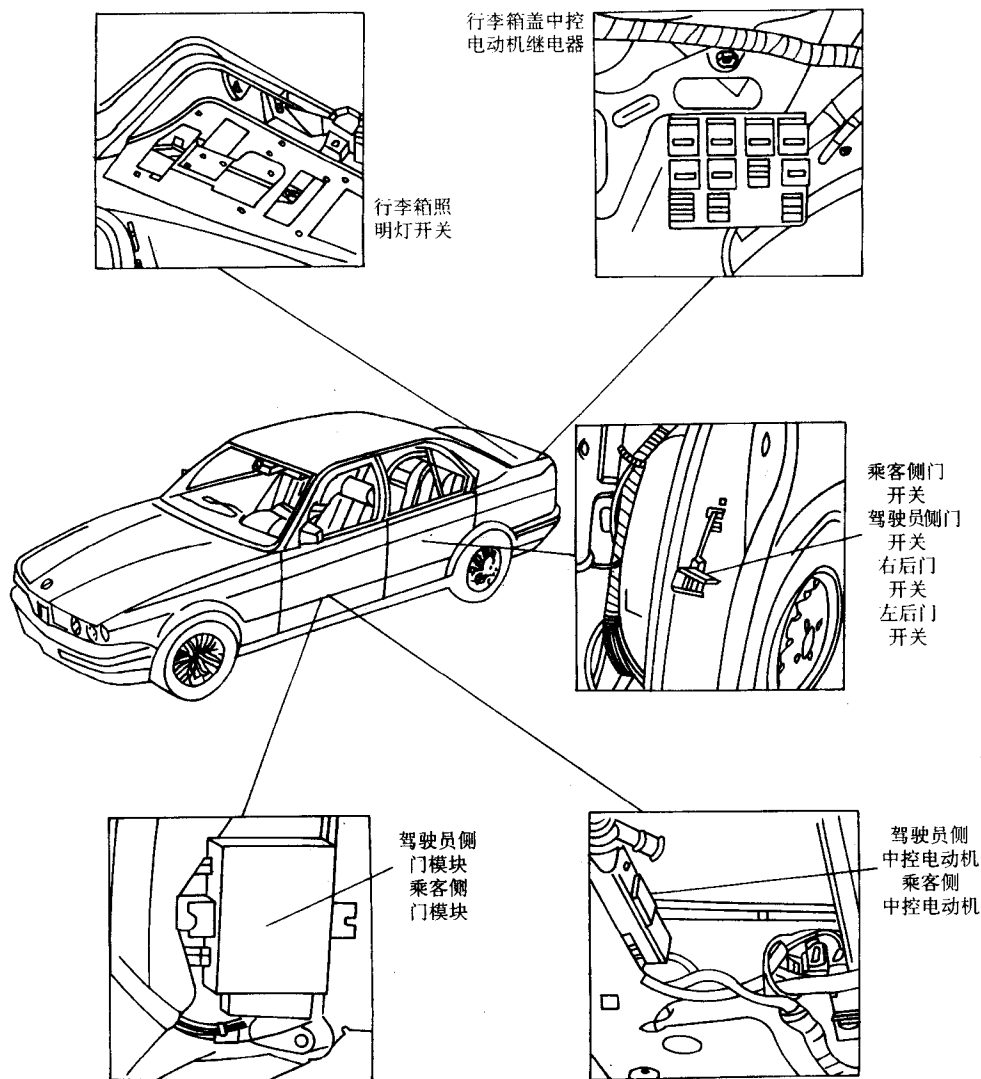
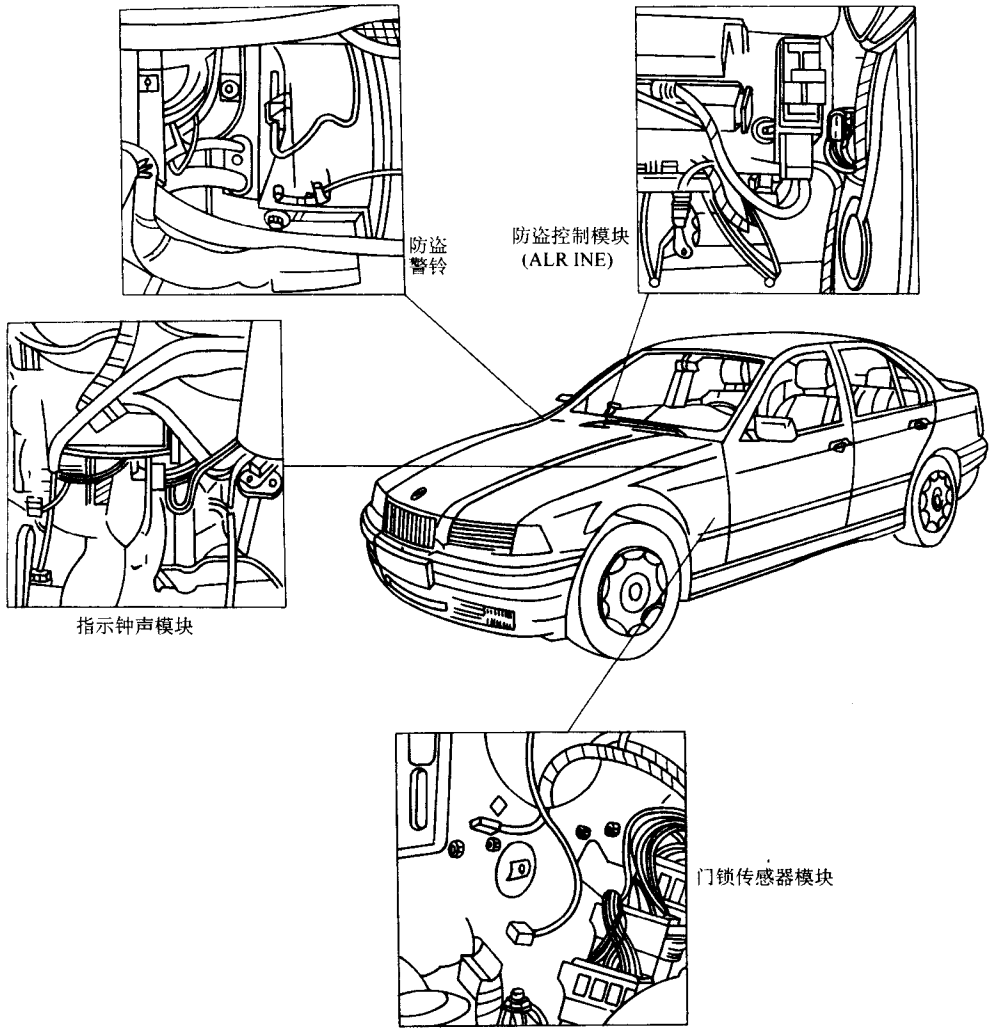

图 7-14 宝马 3 系中央门锁元件位置
图 7-15 宝马 3 系防盗系统元件位置
- (1) 宝马 3 系中央门锁及防盗系统元件位置, 如图 7-14 和图 7-15 所示。